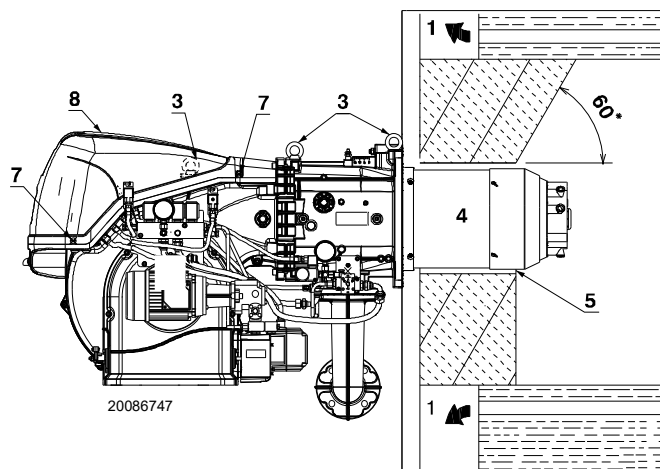

Рис. 15
В котлах с передним оборотом дымовых газов 1)(Рис. 15) или в двухходовых котлах защитите огнеупорным материалом 5) зону между огнеупорной частью котла 2) и жаровой трубой 4).
Предусмотрите соответствующую систему подъема посредством сцепления с кольцами 3)(Рис. 15) после снятия крепежных винтов 7) кожуха 8).
- Вставьте термозащиту из комплекта на жаровую трубу 4)(Рис. 15).